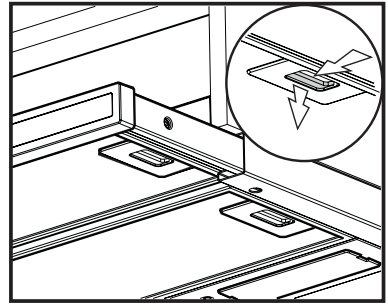

Abb. 1
2. Entfernen Sie den/die verschmutzten Fettfilter, indem Sie den Entriegelungsgriff zunächst nach hinten und dann nach unten ziehen (**Abb. 1**).
2. Entfernen Sie den/die verschmutzten Fettfilter (**Abb. 1**).
5. Bringen Sie den/die Fettfilter wieder an (**Abb. 1**).